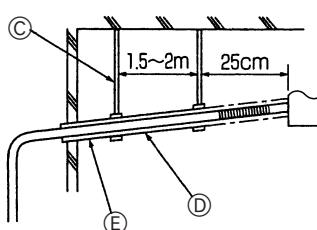

Fig. 8-2
- (4) Drenaj borusunun aşağı eğiminin 1/100'den büyük olduğundan emin olun. (Fig. 8-2)
- ⑭ Destekler
- ⑮ Aşağı eğim 1/100'den büyütür.
- ⑯ Isı yalıtımı